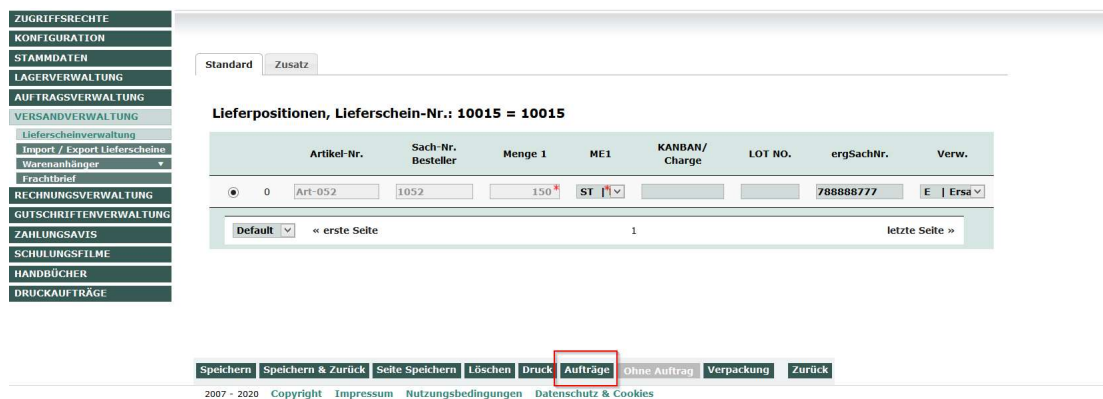

Abbildung 5.4 Maske Lieferscheinposition nach Speichern
- In der Fußzeile der Lieferscheinposition existiert ein Button „Aufträge“ (siehe Abbildung 5.4)